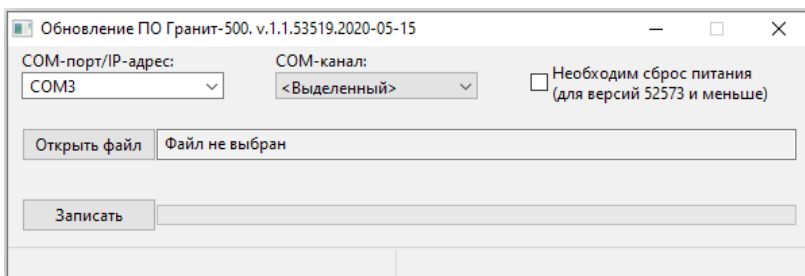

Рис. 5. Программа обновления программного обеспечения
7.1.1 Для подключения к ОУ необходимо в начальном экране программы (Рис. 5) выбрать СОМ-порт компьютера, к которому оно подключено, и СОМ-канал <выделенный>. В случае подключения ОУ через коммутатор КОММ-8, выбрать СОМ-порт или IP-адрес коммутатора и канал, куда подключено ОУ.